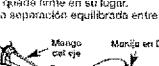

Fig. 2
- Empuje la manija en D hacia abajo hasta el brazo (Fig. 2), de manera que el agujero del perno en la manija en D quede hacia la derecha.